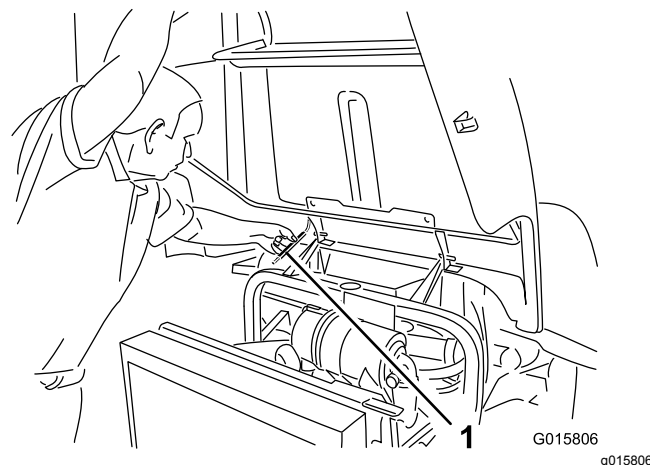

Figure 31
2. Soulevez le capot jusqu'à ce que la béquille puisse être placée derrière le tube du cadre (Figure 31).